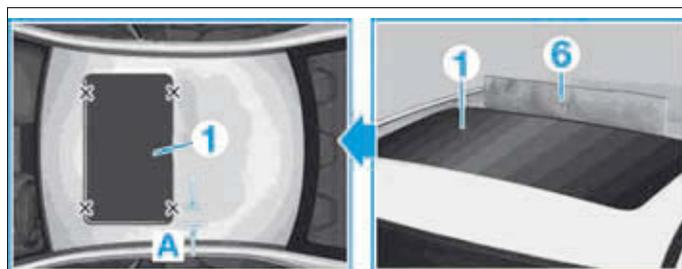

FIG. 58
- Ne pas serrer les vis (4).
- Reposer les vis (5) sans les serrer.
- Fermer la vitre de toit ouvrant (1) (Fig.58).
- Insérer, à l'arrière du toit ouvrant, un carton (6) (d'une longueur de 500 mm et d'une épaisseur de 2 mm environ) dans la fente d'étanchéité.